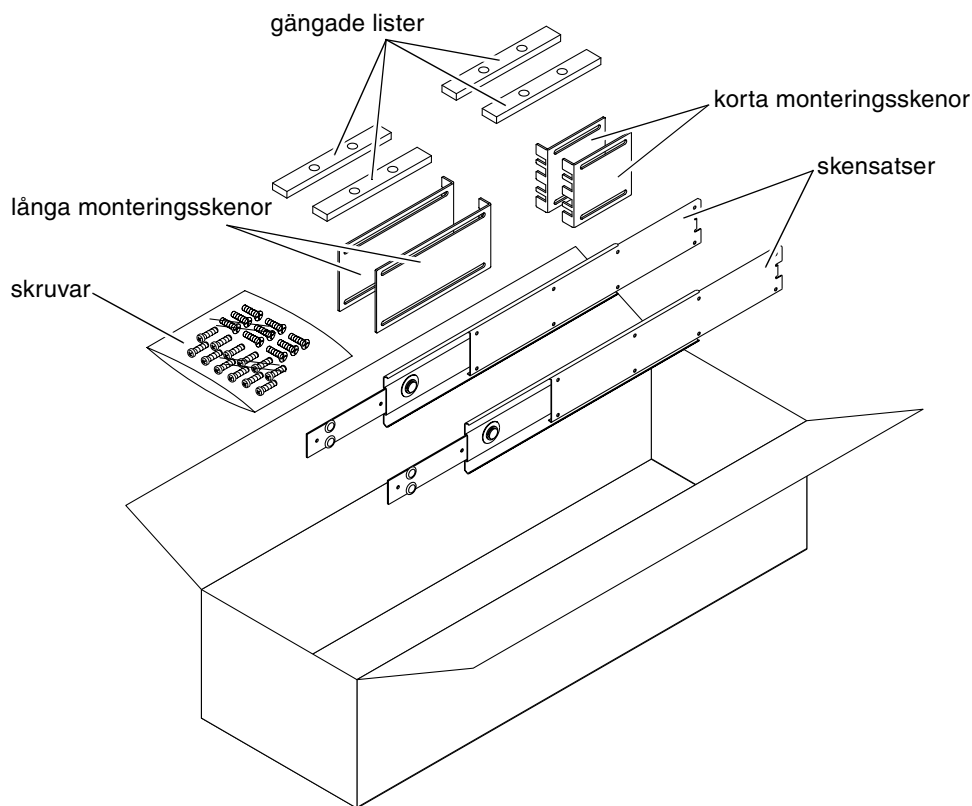

BILD 3-6 Innehåll i paketet för 19-tums 4-bensrack med skensats
3. Ta fram skensatserna från rackpaketet (BILD 3-6).
6. Ta fram de korta och långa monteringskena från rackpaketet (BILD 3-6).